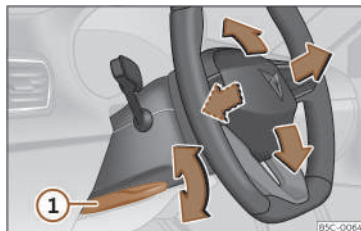

Fig. 83 Leva nella parte inferiore del lato sinistro del piantone dello sterzo.
- Tirare la leva >>> **fig. 83** ① verso il basso, muovere il volante verso la posizione desiderata e risollevarla la leva fino al punto di chiusura.
- Dopo aver regolato il piantone dello sterzo, spingere fermamente la leva >>> **fig. 83** ① verso l'alto affinché il volante non cambi posizione accidentalmente durante la marcia.